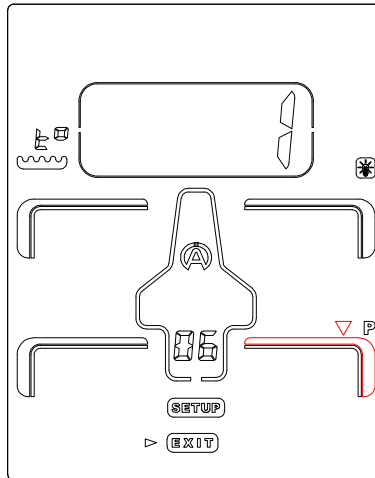

Abbildung 18
- 4) Zur Bestätigung der Auswahl drücken Sie die mittlere Taste **Ok** (*Abbildung 18*).
Nach Bestätigung hört das Symbol "P" auf zu blinken und die Zahl 1 erscheint in der Ziffernanzeige. Anschließend erscheint automatisch ein anderes blinkendes Symbol (*roter Pfeil, Abbildung 18*). Wiederholen Sie die beschriebenen Schritte (*Abbildung 19*), wenn Sie den Ort der zweiten Messung ändern möchten.